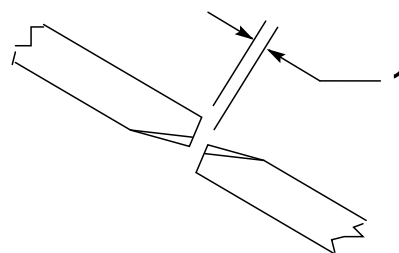

Figura 31
Para garantir o correto funcionamento da unidade de corte, tem que haver uma folga de 10 a 16 mm entre as extremidades das lâminas das plataformas do cortador lateral e central (Figura 31).
2. Rode a lâmina central e a lateral adjacente de forma a que as suas extremidades fiquem alinhadas. Meça a distância entre as pontas das lâminas (Figura 31).